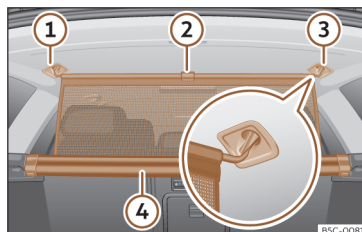

Fig. 191 Na bagageira: fixar a rede de separação.
- Puxe a aba para acima >>> **Fig. 191** ② para tirar a rede da carcaça ④.
- Prender a rede de separação do lado esquerdo ou direito ③ (imagem ampliada).
- Prender a rede de separação no alojamento do outro lado ① puxando a barra.